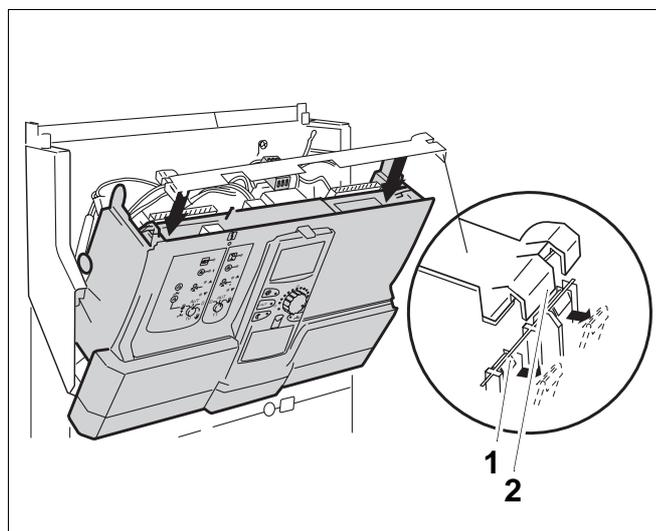

Abb. 11 Querleiste ein- und ausbauen
- Querleiste an einer Seite lösen (**Abb. 11**):
- Querleiste entsprechend der Aussparungen einsetzen (**Abb. 11**).